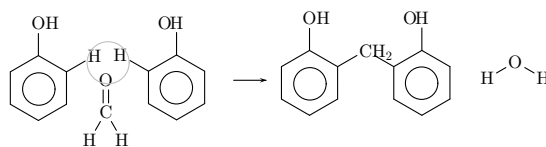

Abbildung 7.2: Reaktion von zwei *Phenolen* mit *Methanal*. Es entsteht auf diese Weise ein Phenoplast.
**Phenoplaste** In Abb. 7.2 auf S. 53 ist die Reaktion von zwei *Phenolen* mit *Methanal*10 skizziert. Die eingezeichneten Wasserstoffe des Phenols lagern sich an den Sauerstoff des Methanals an und diese bilden Wasser. Der  $CH_2$ -„Rest“, des Methanals stellt dann die Bindung zwischen den beiden Phenolen her.